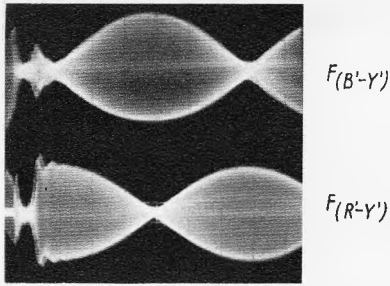

Bild 33a. F_U - und F_V -Komponente eines Regenbogengenerators bei richtiger Einstellung von Laufzeit und Amplitude
3. Amplitude des verzögerten Signals mit R 325 so einstellen, daß die Amplitude im Null-Bereich minimal wird (vgl. Bild 33a und b).